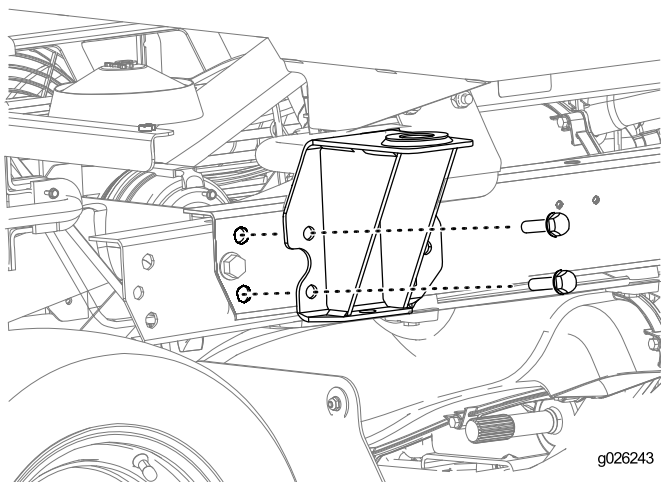

図 21
1. 図 21 のように、後ブラケットを取り付ける ROPS アセンブリを取り外す (ページ 6) で ROPS から取り外したボルト・ナット類を使用する。